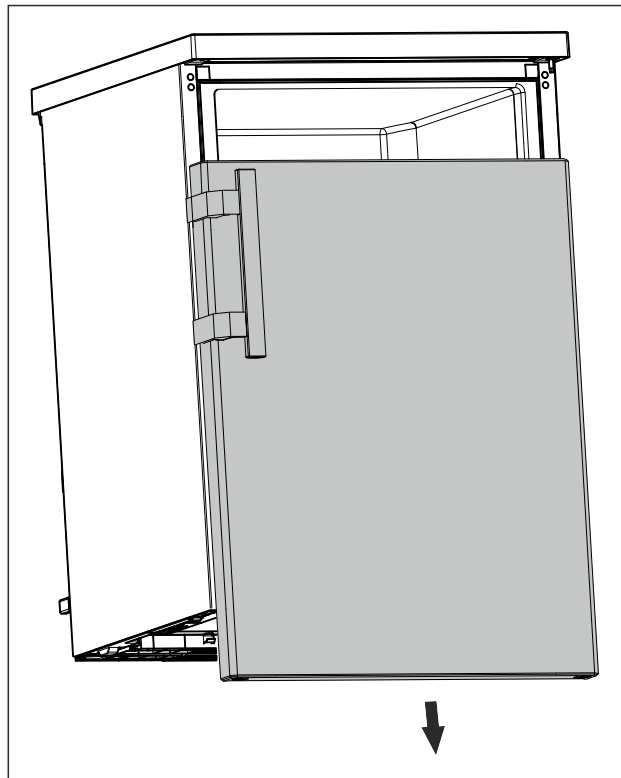

Fig. 9
- ▶ Снимите дверь движением вниз. (см. Fig. 9)